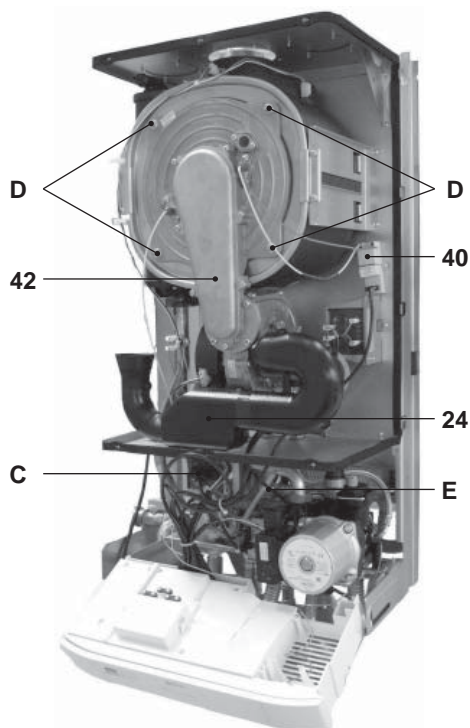

Figura 9.6
Rimozione del gruppo bruciatore ventilatore 42 in Figura 9.6.
- Rimuovere i dadi D ed estrarre il gruppo bruciatore ventilatore 42 in Figura 9.6.
- L'elettrodo di rivelazione C in Figura 9.6 funge anche da sensore per il corretto scarico della condensa. Se tale elettrodo viene a contatto con acqua di condensa presente all'interno della camera di combustione manda in blocco di sicurezza la caldaia. Pertanto se si trova la coibentazione bagnata o deteriorata provvedere alla sostituzione.